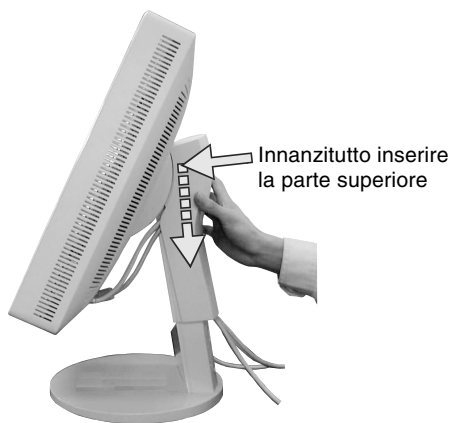
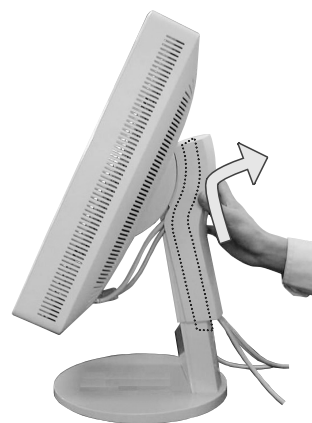

Figura D.1
Figura D.2
13. Fissare tutti i cavi insieme e mettere la copertura cavi sul supporto (**figura D.1**). Per rimuovere la copertura cavi, sollevare il coperchio come illustrato nella **figura D.2**.